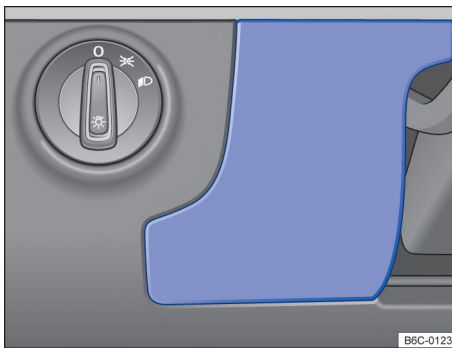

Fig. 169 Del lado del conductor en el panel de instrumentos: cubierta de la caja de fusibles.
- Sostener la cubierta de la caja de fusibles → fig. 169 y tirarla hacia adelante.